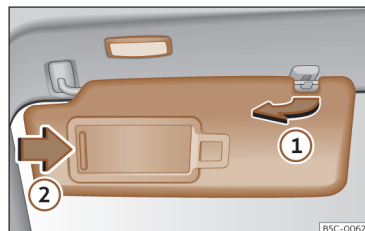

Fig. 111 Pare-soleil.
- Le pare-soleil peut être retiré du support et rabattu contre la portière >>> **fig. 111** ①.